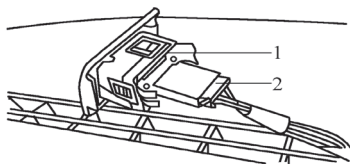

图 5-20 拆装日照光电传感器 G107 或日照光电传感器 G134
1) 如图 5-20 所示，用旋具小心地撬出日照光电传感器 G107 或